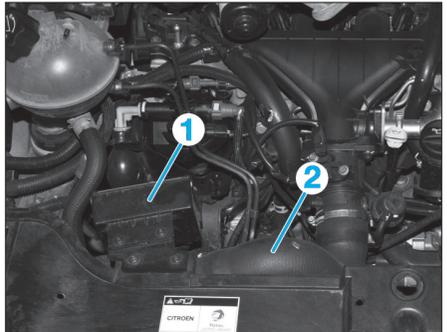

Fig. 41
- Déposer (Fig.41) :
- le boîtier relais des motoventilateurs (1),
- la durit d'air (2).